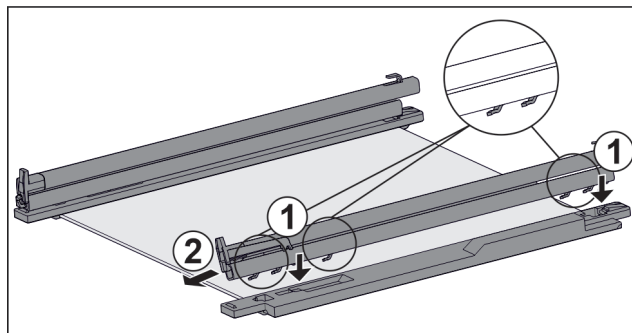

Fig. 137 Skleněná deska s kolejničkami a přídržnými díly
- Nasad'te háčky kolejničky na otvory **levého** přídržného dílu. Fig. 137 (1)
- Vytáhněte kolejničku dopředu. Fig. 137 (2)
- Nasad'te háčky kolejničky na otvory **pravého** přídržného dílu. Fig. 137 (1)